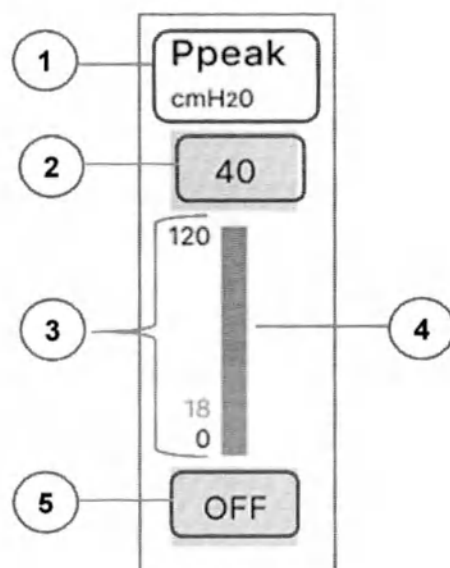

Рисунок 10.3 – Поле настройки порогов сигнала тревоги для одного параметра
- 2 Выберите поле необходимого параметра мониторинга (см. рисунок 10.3).